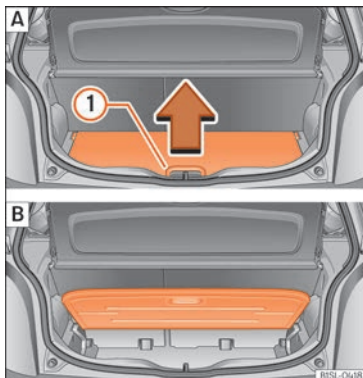

Fig. 96 Plancher du coffre à bagages modulable : **A** relever le plancher modulable ; **B** plancher modulable relevé.
- Pour relever le plancher, tirez sur la poignée »» fig. 96 **A** **1** dans le sens de la flèche et tirez le plancher vers le haut »» fig. 96 **B**.